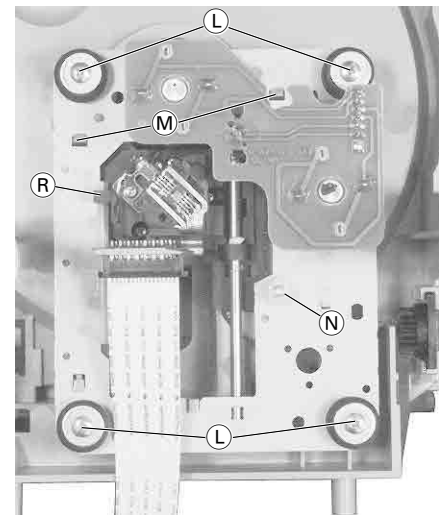
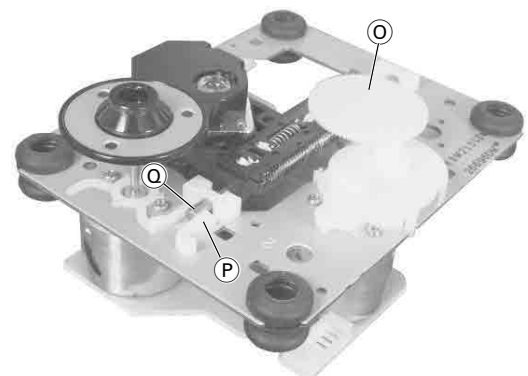

Fig. 6
Fig. 8
- 4 Schrauben (L) herausdrehen (Fig. 6).
- Undo 4 screws (L) (Fig. 6).
- 2 Rastnasen (M) (Fig. 6) austrasten und Kunststoffabdeckung abnehmen.
- Rastnasen (N) (Fig. 6) lösen und Zahnrad (O) (Fig. 8) herausziehen.
- Sicherungshebel (P) zur Seite schieben und Pickup-Achse (Q) herausziehen (Fig. 8).
Montagehinweis: Beim Einbau auf Führung (R) (Fig. 6) achten.
- Disengage 2 catches (M) (Fig. 6) and remove the plastic cover.
- Disengage the catches (N) (Fig. 6) and remove the gearwheel (O) (Fig. 8).
- Push the securing lever (P) aside and pull out the pickup shaft (Q) (Fig. 8).
Reassembly: When reassembling pay attention to the guide (R) (Fig. 6).